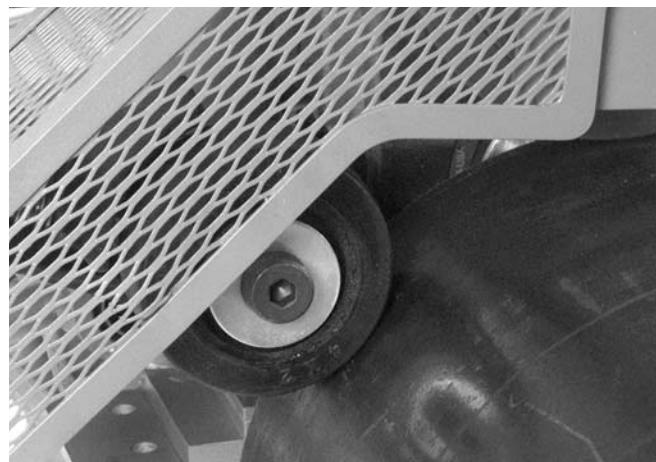

Figura 17 – Ajuste del estabilizador
3. Apriete el estabilizador hasta que el rodillo tope con el tubo. Luego, apriete el estabilizador una o una y media vuelta más. (*Figura 17*)